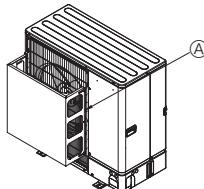
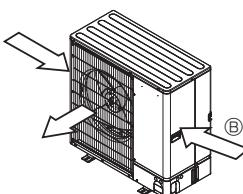

Fig. 2-4
Fig. 2-5
- ② Asenna valinainen ilmanohjain, jos yksikkö asennetaan paikkaan, jossa voimakkaat tuulet, kuten hirmumyrsky tms., voi puhaltaa suoraan ilman poistoaukoon. (Fig. 2-4)
- ③ Ilman poistoaukon ohjaan
- ④ Sijoita yksikkö niin, että poistoilma puhalletaan suorassa kulmassa vuodenaikeiseen tuulen suuntaan nähdään, mikäli mahdollista. (Fig. 2-5)
- ⑤ Tuulen suunta